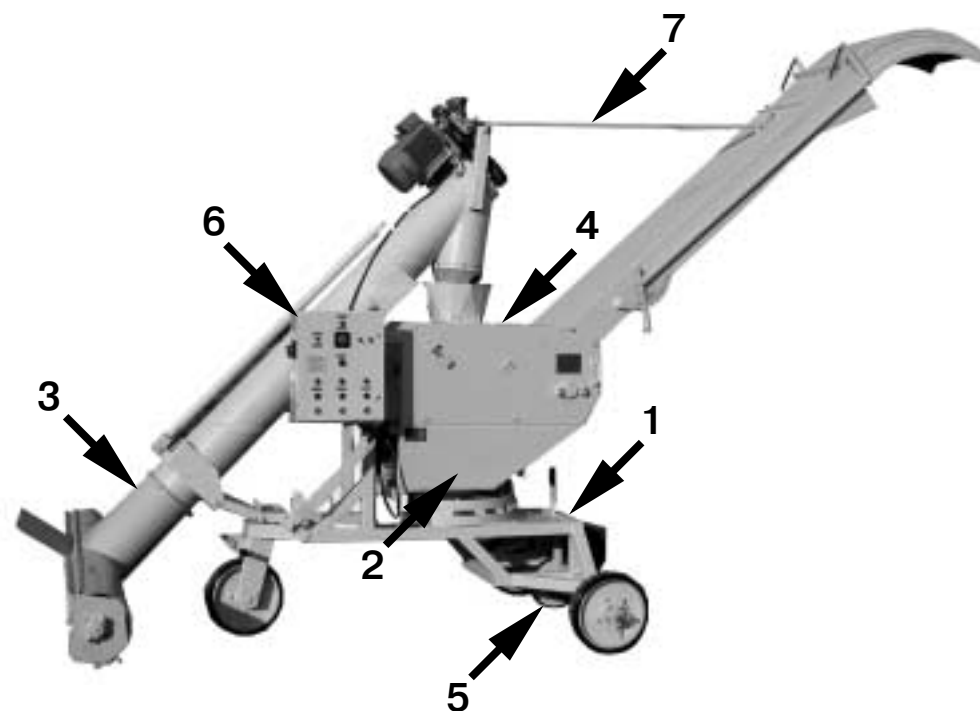

Рис. 1
1.2. Метатель зерна самопередвижной МЗ-60 (рис. 1) производительностью 60 т/ч предназначен для механизации погрузочно-разгрузочных работ на открытых площадках с твердым покрытием и зерноскладах. Метатель зерна МЗ-60 может выполнять следующие операции:
3.1. Зернометатель состоит из следующих основных узлов и механизмов (рис. 1): рама, с ходом **1**, рама поворотная **2**, транспортер загрузочный **3**, триммер с трубой **4**, механизм самохода **5**, пульт с электрооборудованием **6**, шпренгель **7**.